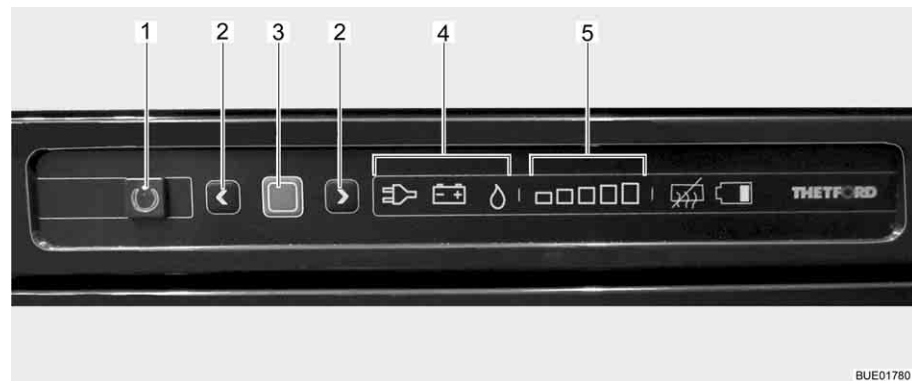

Fig. 167 Elementi di comando del frigorifero
La modalità di funzionamento attuale è indicata da un simbolo luminoso (Fig. 167,4) sulla centralina di controllo.
Dopo l'accensione il frigorifero seleziona automaticamente la regolazione del termostato selezionata per ultimo. Questa impostazione può essere modificata manualmente con i tasti freccia (Fig. 167,2). Le barre luminose dell'indicatore del livello di refrigerazione (Fig. 167,5) visualizzano la temperatura selezionata sul termostato. Con i tasti freccia viene regolata la temperatura di refrigerazione per tutti i tre tipi di energia. Ci vogliono alcune ore prima che il frigorifero raggiunga la temperatura normale di esercizio. Cambiando la modalità di funzionamento la regolazione del termostato non viene modificata. La temperatura di refrigerazione è indipendente dal tipo di energia utilizzata.
- Premere il tasto On/Off (Fig. 167,1) per 1 secondo. Il tasto (Fig. 167,1) si illumina di verde. Dopo circa 10 secondi, l'indicatore viene attenuato per risparmiare energia.
- Premere il tasto di conferma (Fig. 167,3). L'impostazione attuale della modalità di funzionamento viene visualizzata.
- Se non è impostata la modalità di funzionamento a gas: Per modificare l'impostazione, premere il tasto di conferma (Fig. 167,3) per circa 2 secondi.
- Selezionare la modalità di funzionamento a gas con i tasti freccia (Fig. 167,2). L'alimentazione del gas è ora aperta. L'accensione avviene automaticamente. È udibile un ticchettio fino a quando procedura di accensione non è stata portata a termine.
- Premere il tasto di conferma (Fig. 167,3) per 2 secondi.
- Premere nuovamente il tasto di conferma (Fig. 167,3). Il livello di refrigerazione attuale viene indicato dalle barre luminose (Fig. 167,5).
- Per modificare l'impostazione, premere i tasti freccia (Fig. 167,2) fino a visualizzare l'impostazione desiderata.
- Premere il tasto On/Off (Fig. 167,1) per circa 2 secondi. Tutte le spie si spengono. Il frigorifero è spento.
- Se non è impostata la modalità di funzionamento 230 V: Per modificare l'impostazione, premere il tasto di conferma (Fig. 167,3) per circa 2 secondi.
- Selezionare la modalità di funzionamento 230 V con i tasti freccia (Fig. 167,2).
- Se non è impostata la modalità di funzionamento 12 V: Per modificare l'impostazione, premere il tasto di conferma (Fig. 167,3) per circa 2 secondi.
- Selezionare la modalità di funzionamento 12 V con i tasti freccia (Fig. 167,2).